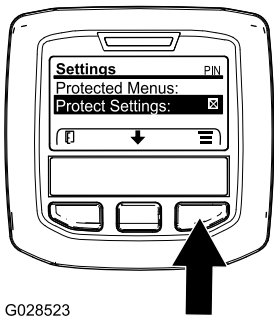

Figura 12
- Desde el menú PRINCIPAL, utilice el botón central para desplazarse hacia abajo hasta el menú CONFIGURACIÓN y pulse el botón derecho (Figura 12).